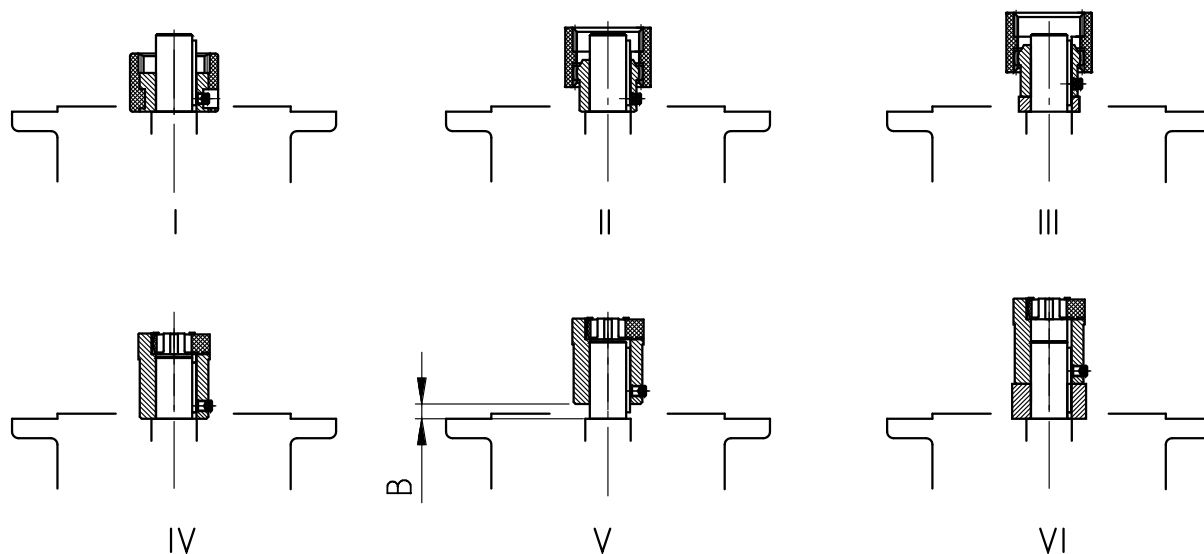

図 15: さまざまなカップリング構造におけるカップリングのモータシャフトへの取り付け
3. カップリングハーフをモーターシャフト上に取り付け、モーターの平行キーがカップリングハーフの溝の中にかみ合うようにします。モーターメーカーの指示に従って、カップリングハーフを締め付けます。標準ヘリカルギヤユニットでは、カップリングハーフとカラーの間の寸法 B に注意してください ("図 15"を参照)。一部の **NEMA アダプタ**では、貼り付けられているラベルに記載の指示に従ってカップリングの位置を調整してください。
4. 同梱の平行キー (図 15: さまざまなカップリング構造におけるカップリングのモータシャフトへの取付け"を参照) を取り付けます。
8. モータをアダプタに取り付けます。その際、付属のクラウンギヤまたは添付のギヤスリーブも取り付けます (図 15: さまざまなカップリング構造におけるカップリングのモータシャフトへの取付けを参照)。アダプタ AN360TC および AN400TC では、最初にアダプタフランジをモータに固定してから、モータをアダプタにネジで止めます。